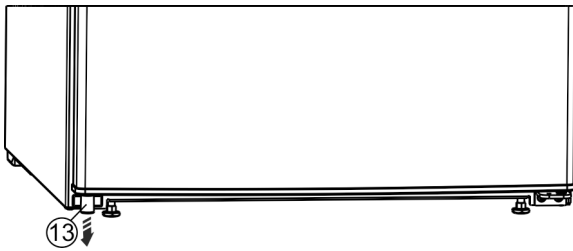

Fig. 5
- Retirer la butée Fig. 5 (13) de la porte en bas à gauche.